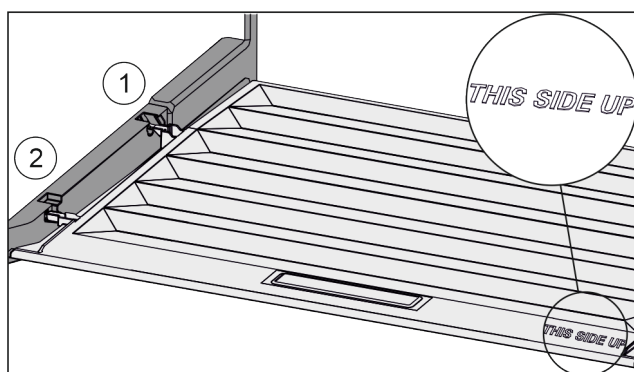

Fig. 162
- ▶ Ramiona pokrywy wprowadzić ponad otworem tylnego uchwyty Fig. 162 (1) i zazębić z przodu w uchwycie Fig. 162 (2).